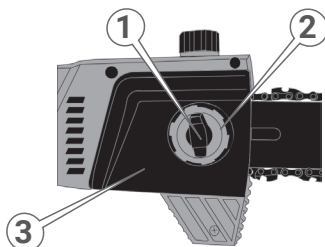

Рисунок 17. Схема зняття бічної кришки.
- відкрутити вручну фіксувальну гайку (1, рис. 17), кріплення кришки (3, рис. 17), обертаючи проти руху годинникової стрілки (рис. 17), та зняти бічну кришку;
- встановити кришку (3, рис. 18) поверх «шини» так, щоб штифт приводу натяжного механізму кришки увійшов у отвір (7, рис. 18) «шини», та закрутити безключову гайку (1, рис. 17), не затягуючи її;
- натягування ланцюга виконувати маховичком (2, рис. 17) з фіксатором-тріскачкою, нормально натягнутий ланцюг має від зусилля руки рухатися за напрямною та не виходити за її межі більш ніж на 1–3 мм;
- надійно затягнути безключову кріпильну гайку (1, рис. 17) бічної кришки кріплення «шини».